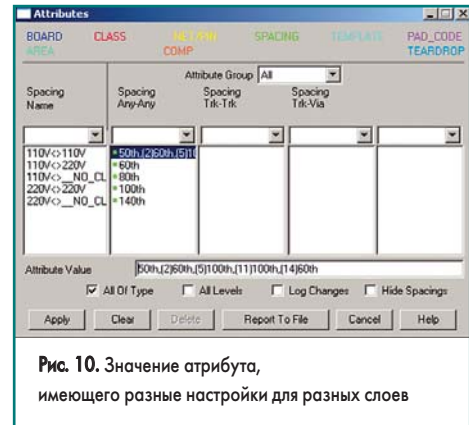

Рис. 10. Значение атрибута, имеющего разные настройки для разных слоев
- Нажмем кнопку ОК и сохраним сделанные изменения. Теперь в окне Attributes значение атрибута Spacing Any-Any в строке 110V<>110V будет описываться длинной строкой, как показано на рис. 10.